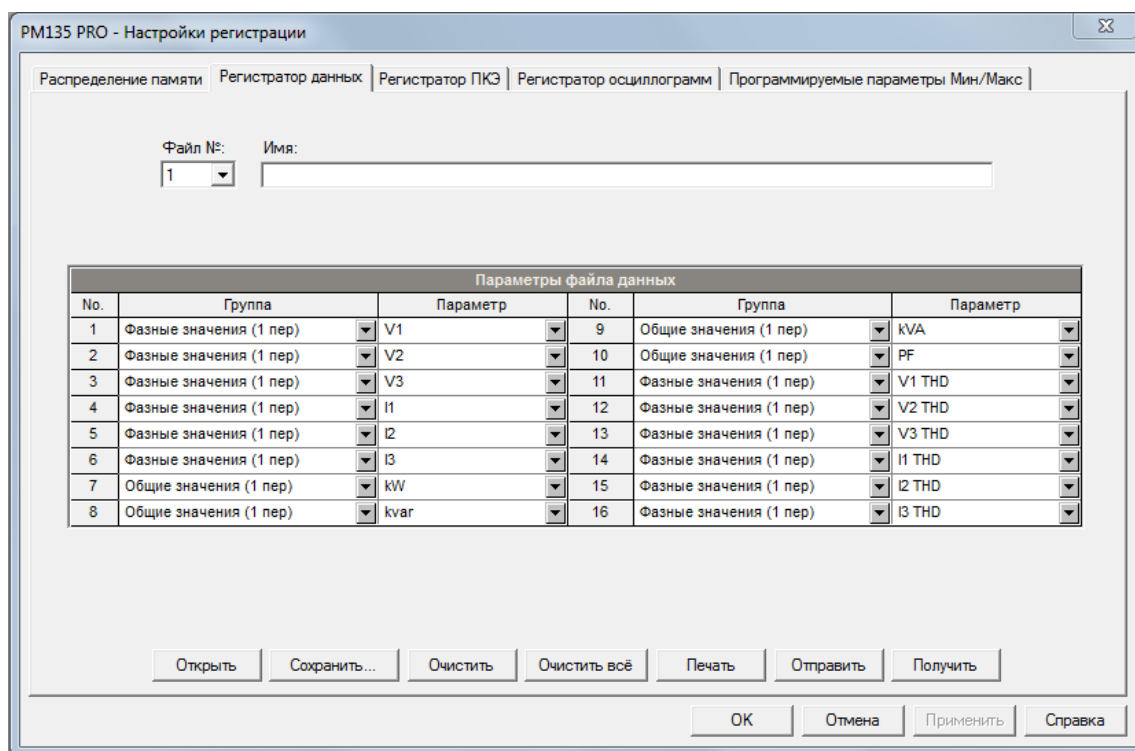

Рисунок 104 – Окно настроек «Настройки регистрации»
7. На вкладке «Распределение памяти» выделите строку файла данных левой кнопкой мыши, нажмите кнопку «Настройка регистратора» или перейдите на вкладку «Регистратор данных» и выберите номер соответствующего файла данных. Дальнейшие настройки проводятся в открывшемся окне настроек «Настройки регистрации» (рисунок 104).